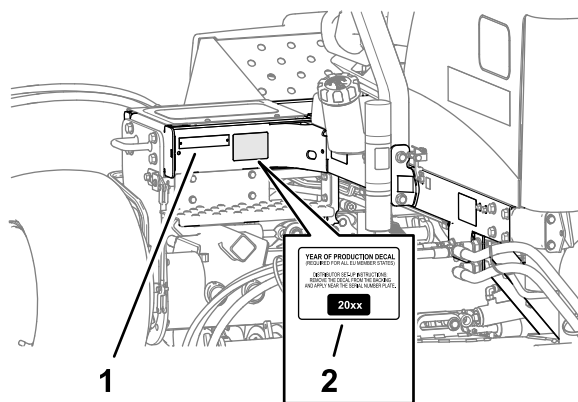

Bild 21
1. Reinigen Sie den linken Rahmen in der Nähe des Typenschildes mit Alkohol und lassen Sie den Rahmen trocknen (Bild 21).